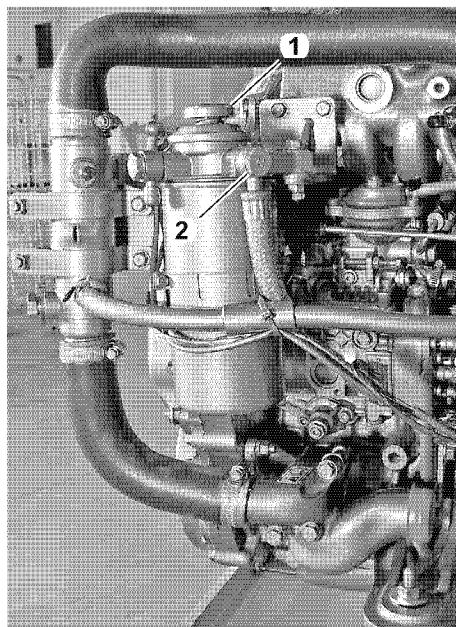

Figura 4
3. Allentare la vite per lo spurgo dell'aria (2, Figura 4) di 2 - 3 giri.
4. Azionare manualmente la pompa di adescamento (1, **Figura 4**) per far fuoriuscire l'aria dalla vite di spurgo.